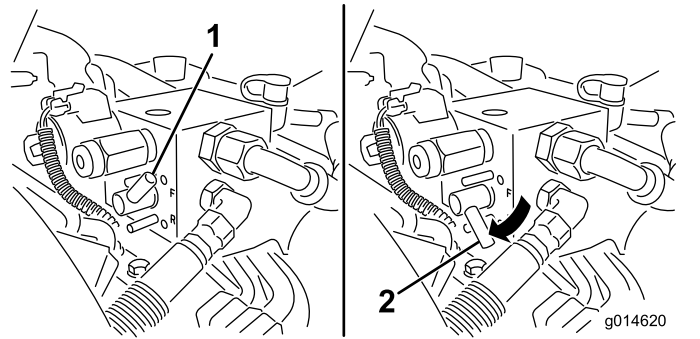

Figura 53
- Mova a alavanca de afiação para a posição de MARCHA A RÉ (R) (Figura 53).